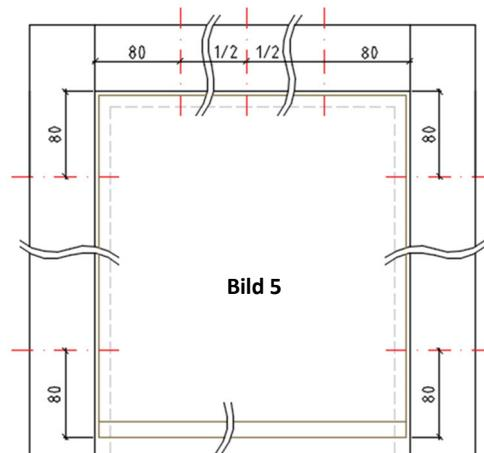

Bild 5
Hinweis: Durchgangslichtehöhe überprüfen! Bohrabstände lt. Bild 5 einhalten
- Dichtband (z.B. Kompriband 300 Pascal 20 x 2,0mm) in Blindstockfalz einkleben – Bild 5
- Im Bereich der Verschraubungspositionen zwischen Wand- bzw. Blind- und Rahmenstock Druckbeilagen über den gesamten Querschnitt einbringen (z.B. mit 2K Hybridmörtel) - Bild 5